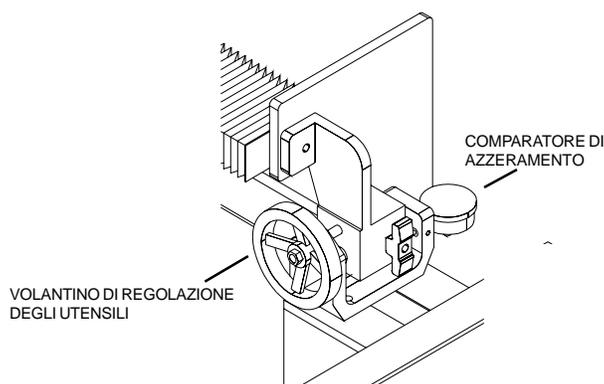

FIG. 5
**REGOLATORE DELL'ALLINEAMENTO DEGLI UTENSILI A DESTRA (FIG. 5)**